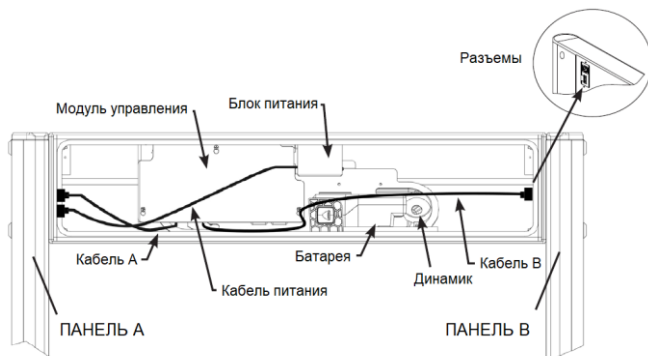

Рисунок 3
6. Определите, с какой панели металлодетектора будет подаваться питание. Подключите перемычку кабеля питания от блока питания к соответствующей панели. (см. Рисунок 3)